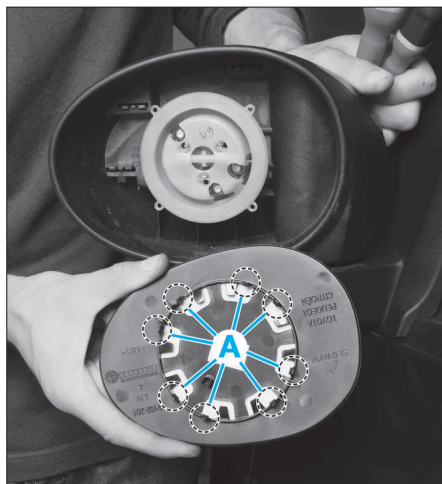

FIG. 91
- A l'aide d'un tournevis plat long et fin, décliper en (A) (Fig.91).